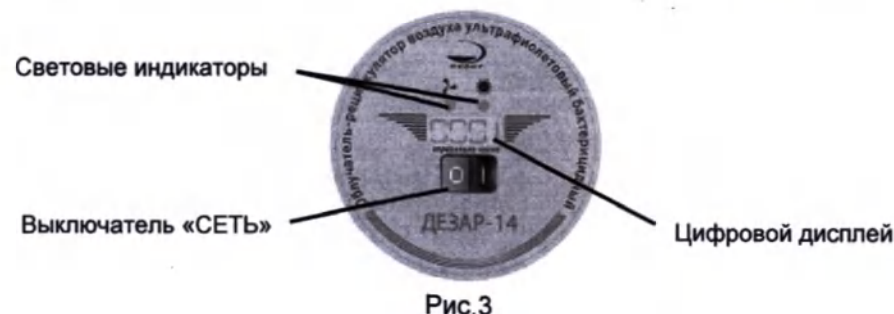

Рис.3
6.6. Выключатель «СЕТЬ» и световые индикаторы расположены на панели управления, которая находится на лицевой поверхности крышки рециркулятора (рис.3).
6.7. Световые индикаторы, контролируют поступление напряжения питания на лампы и вентиляторы. При отсутствии напряжения индикаторы гаснут (рис. 3).
7.4. Включить Рециркулятор, установив Выключатель «Сеть» в положение «I», при этом загораются световые индикаторы, контролирующие поступление напряжения питания на лампы и вентиляторы, и цифровой дисплей электронного счетчика (рис.3).
- Включить Рециркулятор, установив Выключатель «Сеть» в положение «I», при этом загораются световые индикаторы и цифровой дисплей электронного счетчика (Рис.3).